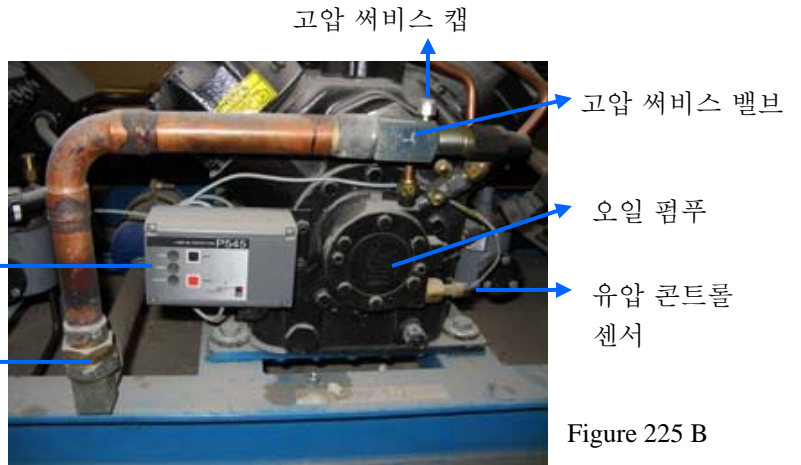

Figure 225 B
(나) 콤푸렛서 교환할때는 콤푸렛서 전기를 모두 차단하고 콘트롤전원도 별개이므로 이것도 차단 하여야 한다. Figure 225 A는 교환하려고 가져온 새 콤푸렛서의 전기터미널 박스 커버를 벗겨놓은 그림이다. 그러므로 주변에 복잡한 전선들이 보이지 않는다. 고장난 것이라면 많은 전선이 있는데 모두 분리하고 콤푸렛서를 교환하면 복잡하고 잘못 결선할 수도 있다. 전기 터미널 박스와 콤푸렛서가 고정된 스크류 몇개만 풀고 콤푸렛서 모터 터미널과 콘트롤 터미널을 풀면 박에 걸려 있는 전선과 함께 떨어져 나오므로 끈으로 묶어 들어 올려 놓으면 콤푸렛서를 교환하는데 편리하다.
- (바) Rack System에서 고저압 서비스 밸브를 고정시킨 볼트들을 풀고 콤푸렛서를 옮기려면 빠져 나 갈 방향은 그림 Figure 225 B 앞쪽 뿐이다. 고압 서비스와 연결된 파이프를 앞으로 제끼면 유니언 부분에서 돌아 가므로 콤푸렛서를 끌어 낼 준비가 된다. 콤푸렛서에 고정되어 있는 콘트롤등도 떼어낸다.
- (차) Figure 225 A의 “A” 콘트롤 위아래 두개의 접점은 콤푸렛서가 문제를 발생 하였을때는 전기테 스테어로 찍어보면 208/230Volt가 나온다. 콘트롤 전원을 차단하고 터미널 전선을 풀은 다음 저항 을 체크하면 끊어져 무한대로 저항이 나온다. 즉 콤푸렛서는 콘트롤이 고장인데 임시로 사용하 는 경우와 콤푸렛서 모터가 고장날때까지 사용하려면 서로 결선 시키면 된다. 워런티는 없다.
72. Figure 225 A와 같은 반 밀폐형 콤푸렛서의 전기 터미널이 하나가 안에서 단락 되어 콤푸레서가 기동 할때 스타트 암페어의 상승으로 쉐킷 부레이커 스위치가 트립한다. 전기 테스터로 콤푸렛서 그라운드 체크하면 이상이 없다. 한번쯤 더 점검 할수 있는 방법이 없을까?